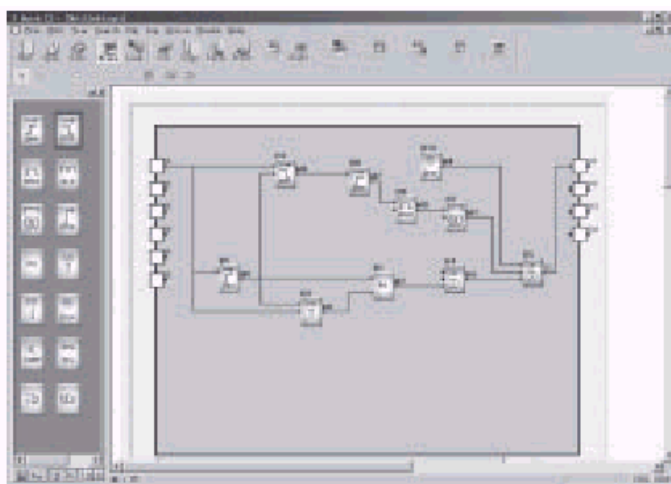

Fig. 4.20. Operación de Simulación en el Programa del FAB
1. Para activar la simulación, haga clic en **Start**, como se ve en la Fig. 4.19, o directamente haga clic en el **icono** en la Barra de Herramientas. Ahora Ud. puede ver el resultado del funcionamiento del programa a través del estado de la entrada y salida en la pantalla, como se ve en la Fig. 4.20.